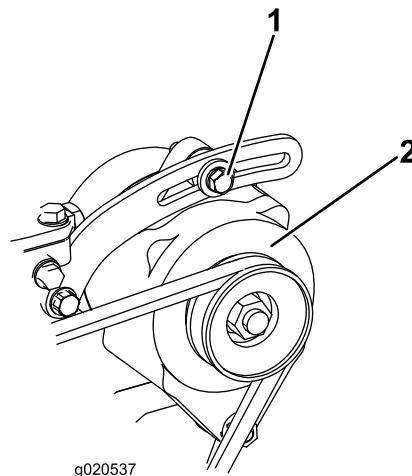

Figura 91
1. Se l'inflessione non è di 10 mm, allentate i bulloni di fissaggio dell'alternatore (Figura 91).